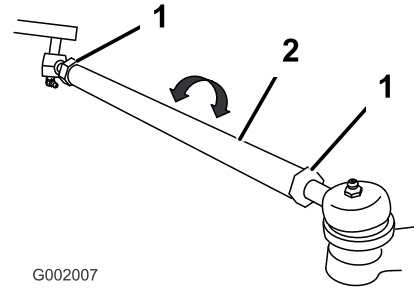

Bild 61
5. Wenn der Wert nicht im angegebenen Bereich liegt, lösen Sie die Klemmmutter an beiden Ende der Zugstangen (Bild 61).